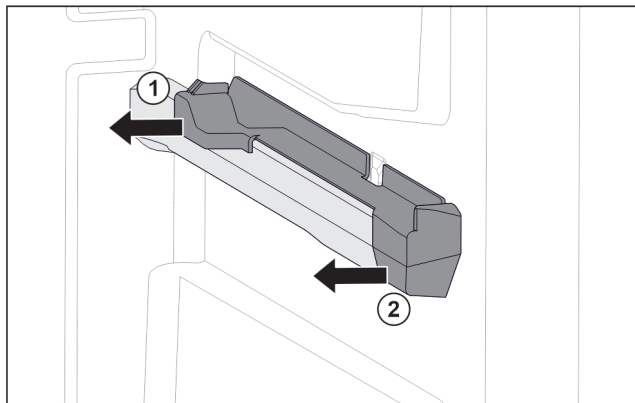

Fig. 77 Natični dio na desnom žlijebu spremnika
- ▶ Skinite natični dio straga u stranu. Fig. 77 (1)
- ▶ Skinite natični dio srijeda u stranu. Fig. 77 (2)